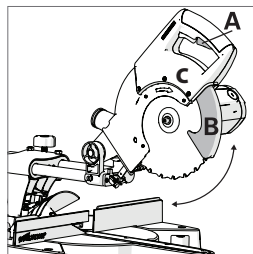

Рис. 38
- Нажимая на рычаг блокировки нижнего защитного кожуха **(38a)**, поверните нижний защитный кожух **(38b)** вверх и вставьте его в верхний защитный кожух **(рис. 38в)**.